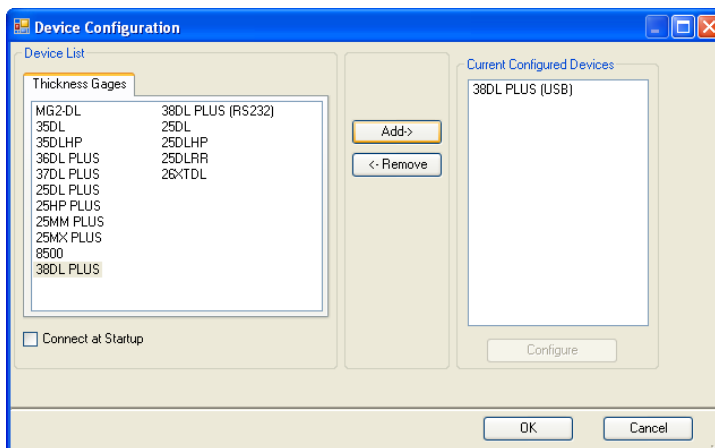

Рис. 14-7 Окно Device Configuration (Конфигурация устройства)
- b) В окне **Device Configuration** (см. Рис. 14-7 на стр. 269):
- (1) В списке **Device List** (Список устройств) выберите 38DL PLUS и щелкните **Add** (Добавить).